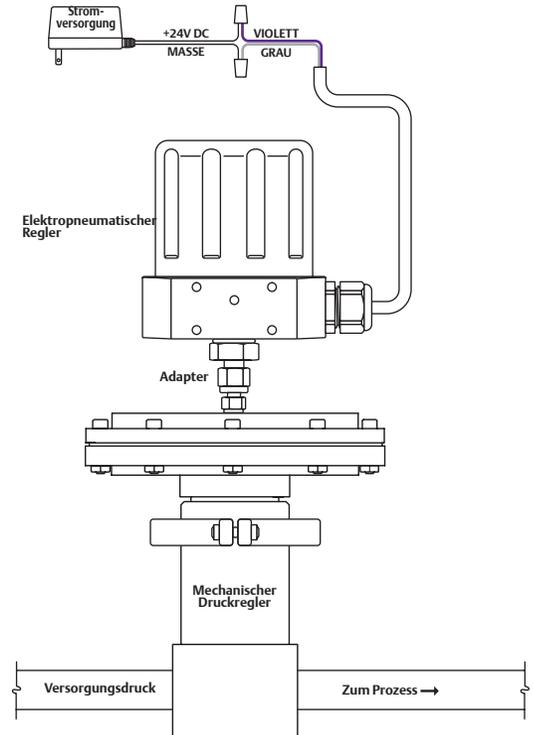

Abb. 9: Anschluss des ER5000 an die Stromversorgung
1. Siehe Tabelle 2 unten und *Abb. 9* auf der nächsten Seite, um die korrekten Anschlüsse zu überprüfen.